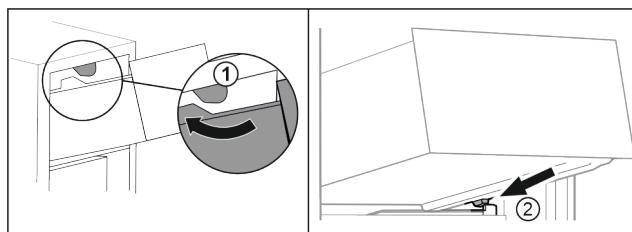

Fig. 65
- Prevedte zásuvku okolo horných zarážok. Fig. 65 (1)
- Nasadte zásuvku šikmo za dolnými zarážkami na rebro nádoby. Fig. 65 (2)